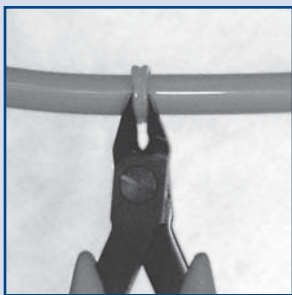

Figura 5
10. Afloje las tuercas de la abrazadera y retire la correa de ésta. Usando las cuchillas para rebordes, retire el reborde del empalme; véase la Figura 5.